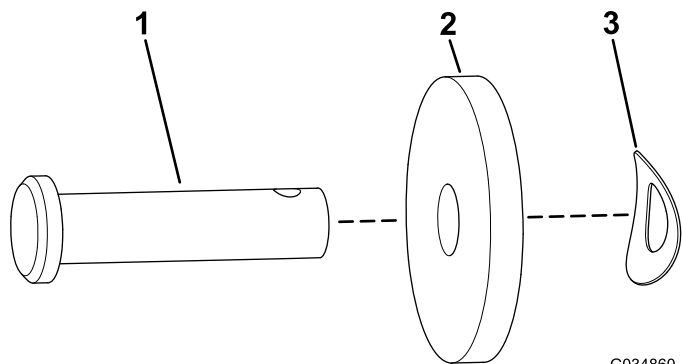

图6
3. 将平垫圈 (3/8 英寸) 和弹簧垫圈安装到柱销上 (图6)。